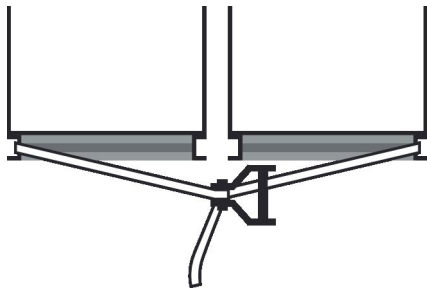

Abb. 17: Spanngurt anlegen
4. ▶ Einen Spanngurt an den Gerätegrundrahmen von zwei Bauteilen anlegen (Abb. 17).